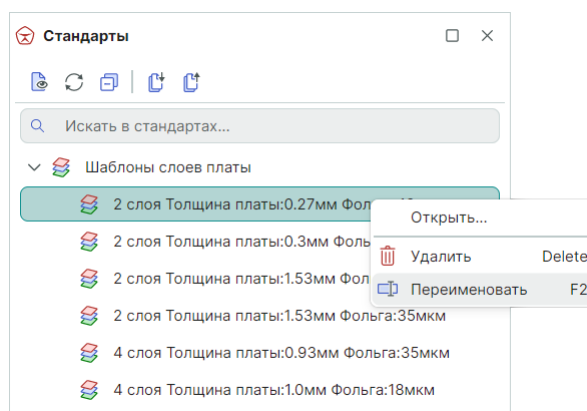

Рис. 138 Вызов функции переименования шаблона слоев платы
1. Выберите шаблон в дереве узла «Шаблоны слоев платы», вызовите контекстное меню и выберите команду «Переименовать» или воспользуйтесь горячей клавишей «F2», см. Рис. 138.